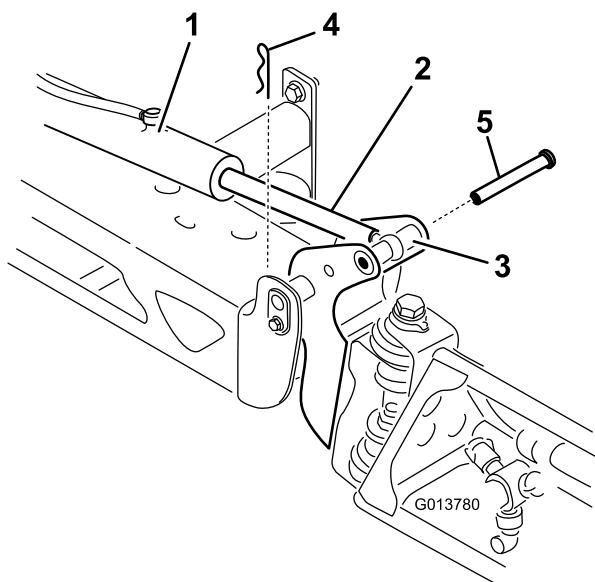

Figura 63
2. Îndepărtați cuiul spintecat de la fusul de basculare (Figura 63).
3. Ridicați braul i îndepărtați tiftul (Figura 63) i coborâți încet braul la sol.
9. În timp ce susțineți braul, introduceți tiftul atât prin pivotul braului, cât i prin tija dispozitivului de acționare (Figura 63).